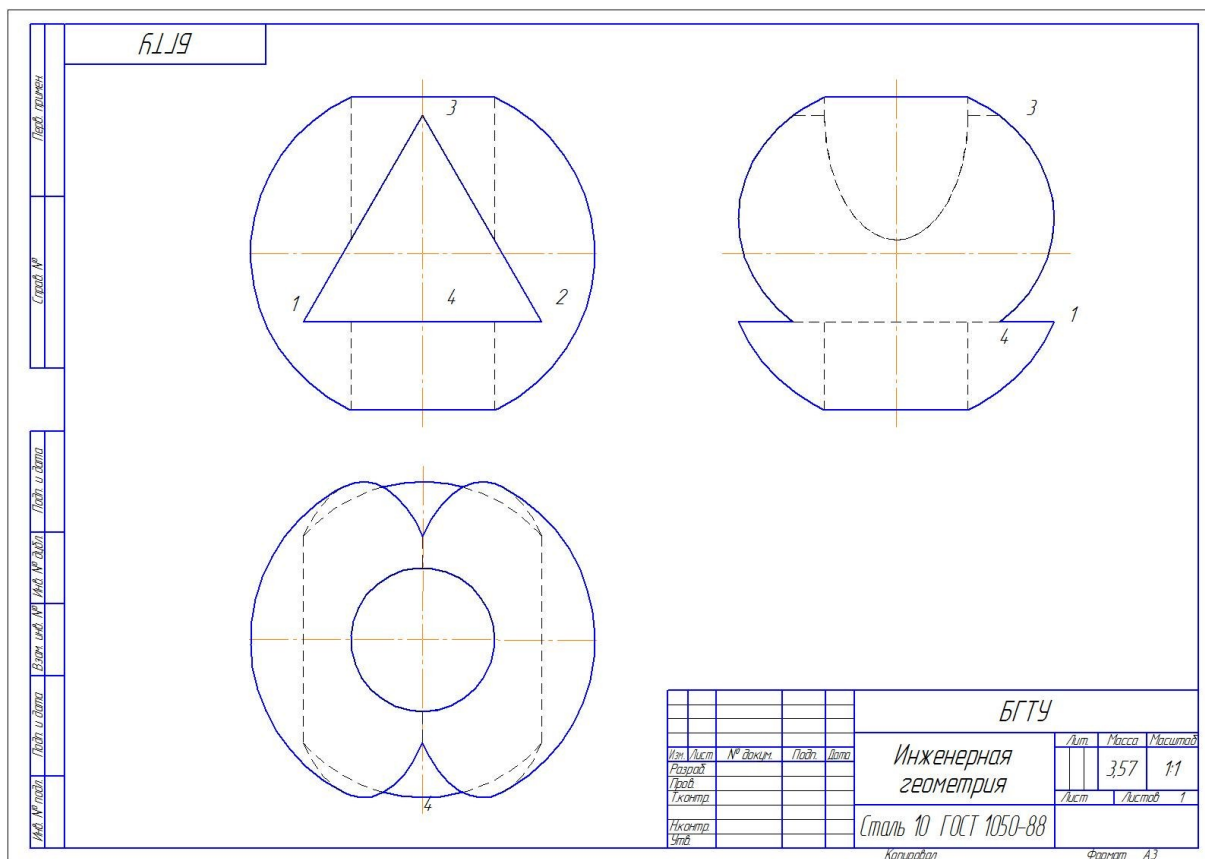

Рис. 9.25
9. Выполнить разрез на виде слева (рис. 9.25).